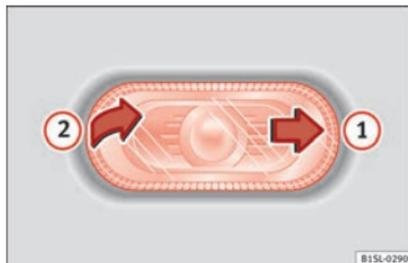

Abb. 153 Seitliche Blinkleuchte ausbauen.
1. Mit einer Hand die seitliche Blinkleuchte nach hinten schieben » **Abb. 153** ①.